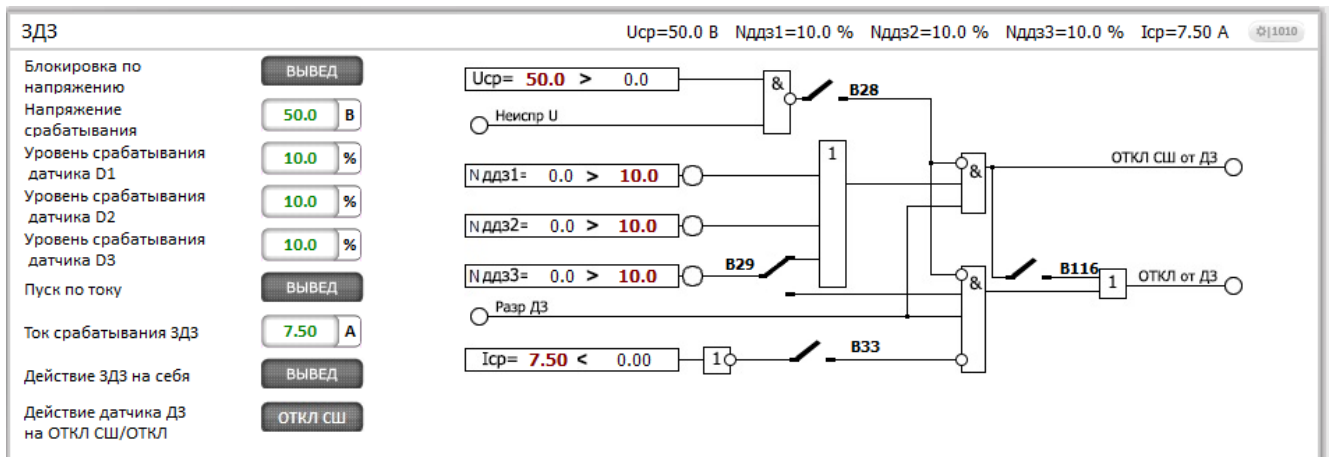

Рисунок 4.1 – Настройка защиты на примере устройства БЗП-03
4.3.3 Открыть вкладку «ЗАЩИТЫ», найти алгоритм «ЗДЗ» (рисунок 4.1).